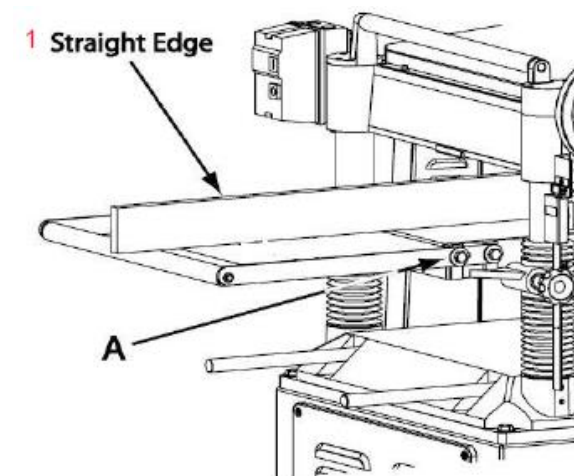

Рис. 15: 1 – поверочная линейка
1. Поставить поверочную линейку на выносной ролик и одновременно на стол, как показано на **Рис. 15**, для проверки того, что стол и ролик находятся на одной высоте. При необходимости отрегулировать выносные ролики стола следующим образом:
2. Ослабить винты с шайбами (**Рис. 15, А**) для перемещения ролика в требуемое положение, затем вновь затянуть винты.